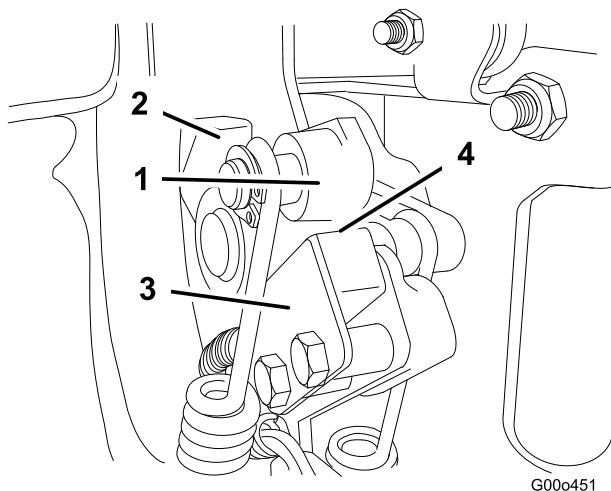

Figura 26
2. Accione a alavanca de tracção até que esta entre em contacto com a paragem neutra (Figura 26).
- Desaperte as juntas de montagem do interruptor de segurança (Figura 26).
- Coloque uma cunha de 0,8 mm entre a alavanca de tracção e o interruptor de segurança (Figura 26).